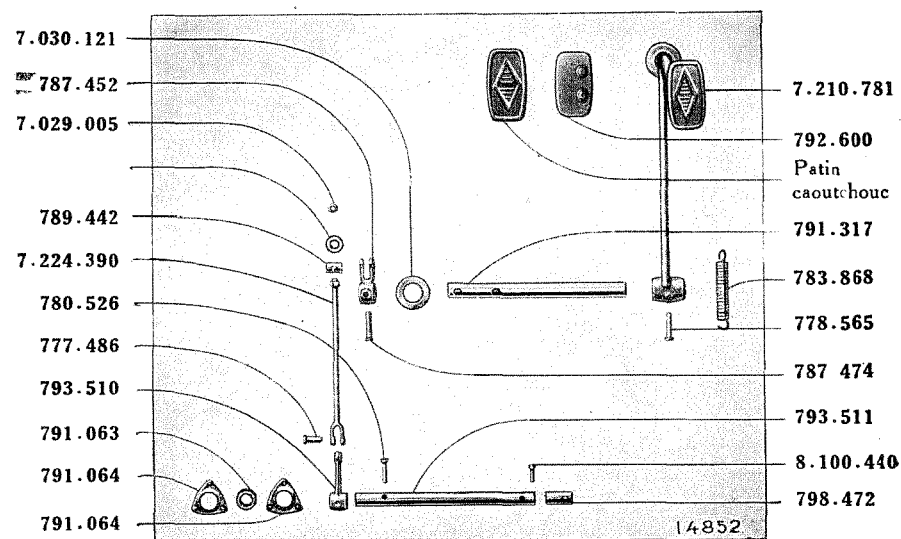

FIG. 52. — Pédale et commande de débrayage.
X.791.317 — Axe des pédales (voir fig. 52) 1
X.7.030.121 — Rondelle AD 20 d'axe des pédales (voir fig. 52) 1